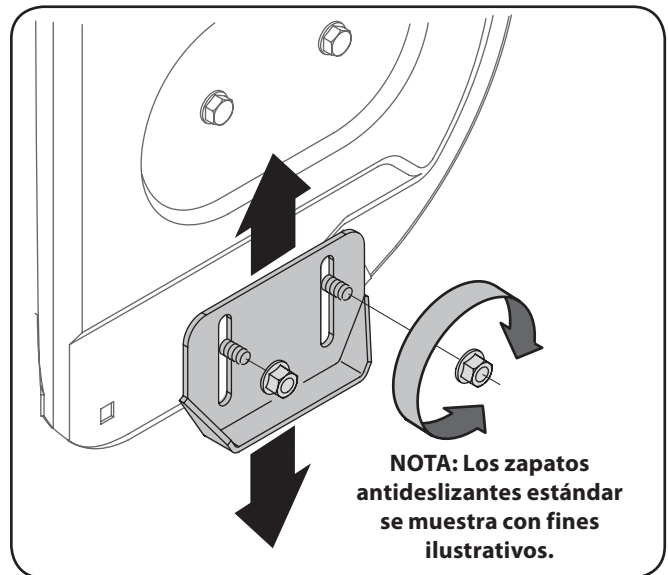

Figura 3-21
1. Afloje las cuatro tuercas hexagonales (dos en cada lado) y los pernos del carro. Mueva las zapatillas antideslizantes a la posición deseada. Vea la Figura 3-21.